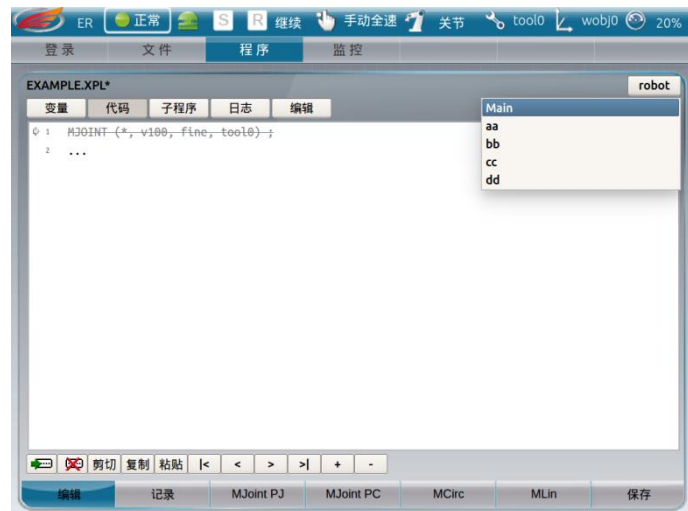

图 25
1. 点击标签栏右侧的程序名显示栏（图 24 中标记 1），会弹出程序列表（如图 25 所示）